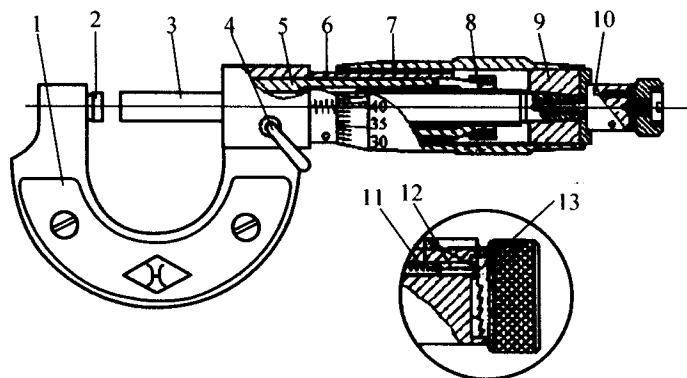

图 1-7 外径千分尺
(1) 千分尺主要由尺架、砧座、固定套管、微分筒、锁紧装置、测微螺杆、测力装置等组成。它的规格按测量范围分为 0~25 mm, 25~50 mm, 50~75 mm, 75~100 mm, 100~125 mm, 使用时按被测工件的尺寸选用。外径千分尺的具体结构如图 1-7 所示。